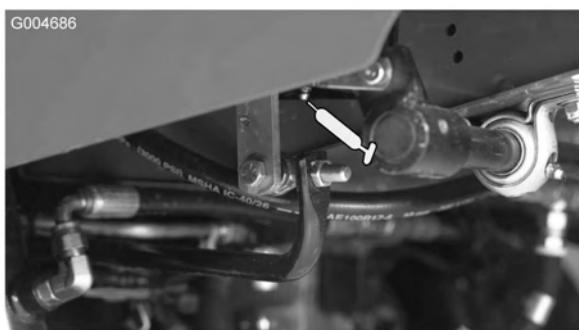

Figura 34
- Casquilho articulado do pedal de tracção (1) (Figura 34)